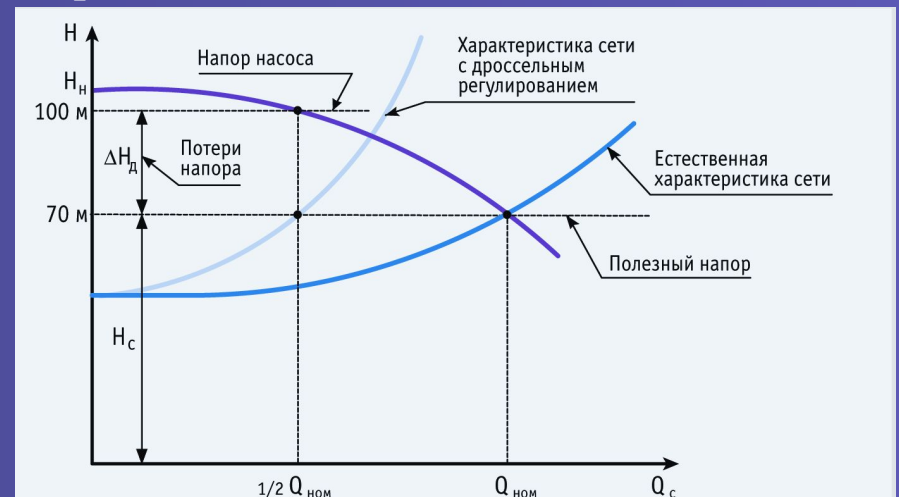

Рис. 3. Характеристики насосного агрегата и сети с дроссельным регулированием
- Такой характер взаимосвязи параметров требует установки в системе дроссельных регулирующих элементов — регулирующих клапанов (иногда их роль выполняют напорные задвижки агрегатов). Эти элементы создают дополнительное гидравлическое сопротивление и позволяют обеспечить стабильное давление в сетевом трубопроводе. При использовании дроссельных элементов происходит распределение напора на элементах системы. Это распределение напора показано на рис. 3, где ΔH_D — падение напора на дроссельном элементе.